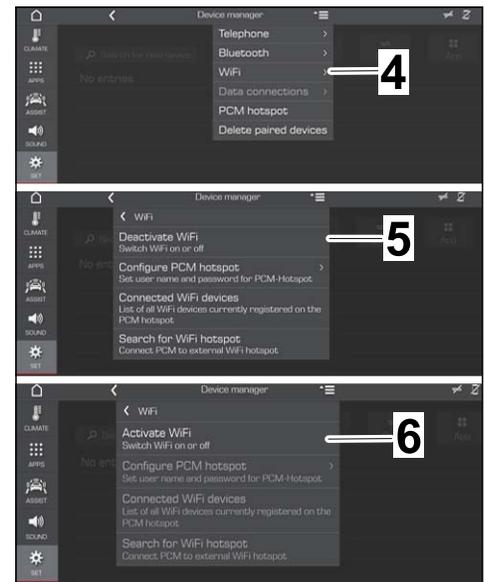

Figure 12
- WiFi ⇒ Deactivate WiFi ⇒ Activate WiFi (⇒ Figure 12)